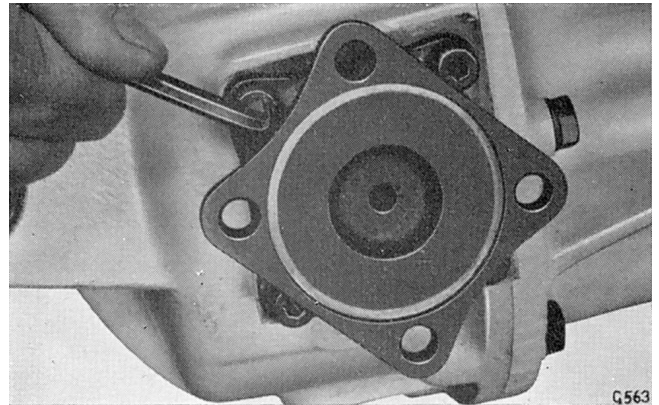

Fig. 20. Dévissage des écrous hexagonaux
Dépose (Fig. 20)
A l'aide d'une clé Allen de 3/16" (4,763 mm), retirer les vis hexagonales du carter de pont comme illustré sur la Fig. 20. Sur les modèles Vitesse 6, il n'est pas possible de retirer les vis complètement.
Enlever le circlip (12)(Fig. 20) et, en utilisant d'une presse Churchill avec l'adaptateur No. S4221A-7B, retirer le roulement du demi-arbre intérieur comme indiqué Fig. 20.